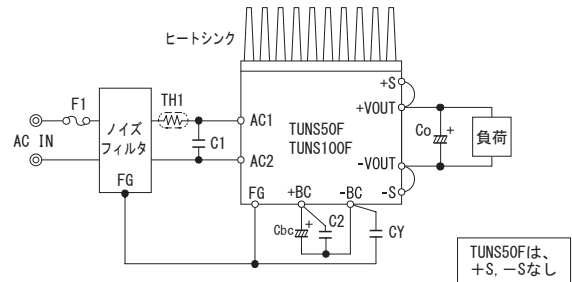

図2.1 標準接続方法
■TUNSシリーズを使用するためには、図2.1の接続と表2.1の外付け部品が必要です。
- 本電源はノイズフィルタを内蔵していません。入力ラインへの帰還ノイズ低減、電源の安定動作のために、ノイズフィルタ、接地コンデンサCYを接続してください(図2.1)。なお、ノイズフィルタの選定によっては、フィルタの共振やインダクタンスによって、電源動作が不安定になることがありますのでご注意ください。
- 出力安定度向上のために、出力側+VOUTと-VOUT間にコンデンサCoを接続してください(図2.1)。推奨容量を表3.3に示します。